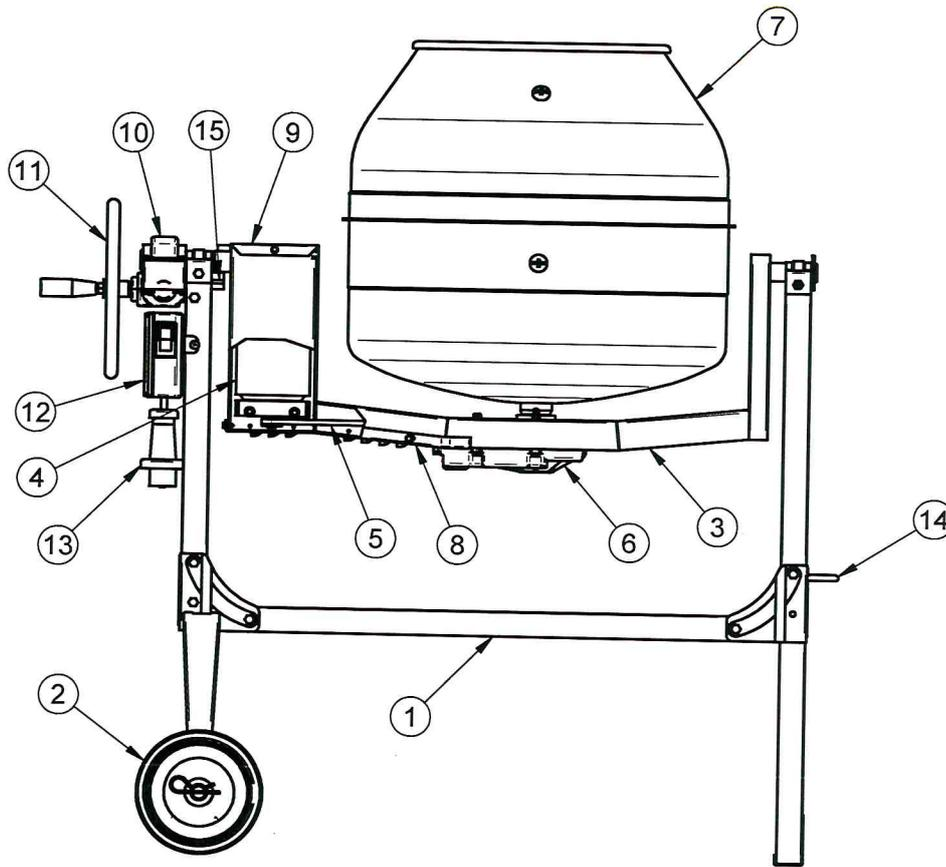

FIG.1
! - Si se quitan las cubiertas de protección para efectuar las reparaciones, al final del trabajo es imprescindible volver a montarlas (rif.8 y 9 fig.1)
! - El vuelco de la cuba de mezcla tiene un tope de parada (ref.15, fig.1) para impedir la rotación completa y, por lo tanto, evitar que se dañe el cable eléctrico de conexión al motor. No acercar partes del cuerpo a dicha zona durante la inclinación.